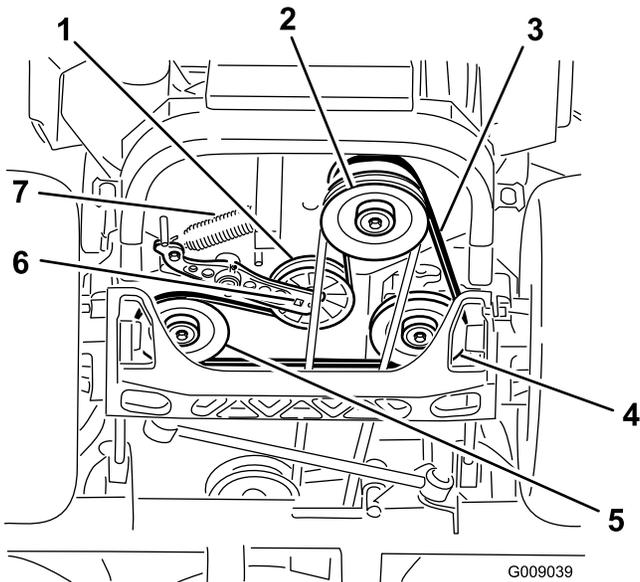

Figura 82
4. Sollevare la macchina e sostenerla su cavalletti (Figura 82).
5. Utilizzate un cricchetto nel foro quadrato del braccio di rinvio per rimuovere la molla del tenditore (Figura 82).
6. Sganciate la molla del tenditore dal telaio (Figura 82).
9. Utilizzate un cricchetto nel foro quadrato del braccio di rinvio per installare la molla del tenditore sul telaio (Figura 82).